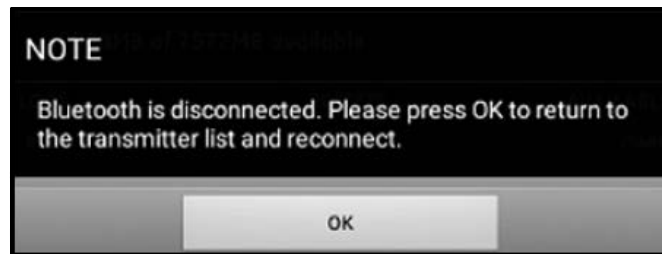

Figura 109: Pantalla de reconexión del transmisor
6. Después de que el transmisor se reinicie, aparecerá el mensaje mostrado en Figura 109 más abajo. Pulse el botón ACEPTAR para reconectar el transmisor.